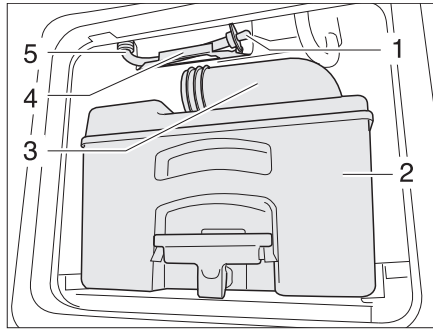

Fig. 373 Conduttura di scarico serbatoio dell'acqua toilette
- Svuotare e pulire la cassetta (Fig. 373,2) in un punto di smaltimento appositamente previsto.
- Far aprire i bocchettoni di scarico (Fig. 373,3).
- Prendere la condotta di scarico (Fig. 373,5) dal supporto (Fig. 373,4).
- Togliere il tappo di scarico (Fig. 373,1) e far defluire l'acqua residua.